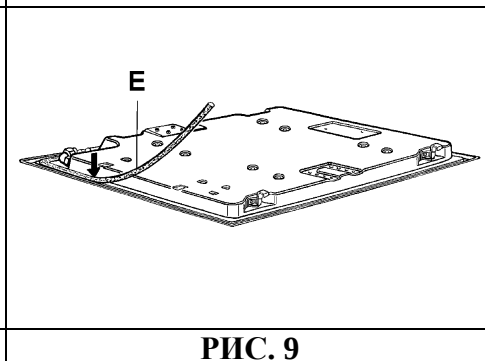

РИС. 9
- Переверните рабочую поверхность, Правильно расположите прокладку “Е” (рис. 9) под краями рабочей поверхности таким образом, чтобы внешняя сторона прокладки точно совпадала с внешним краем рабочей поверхности. Края полосок должны совпадать, не выступая друг над другом.